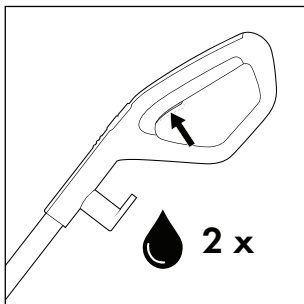
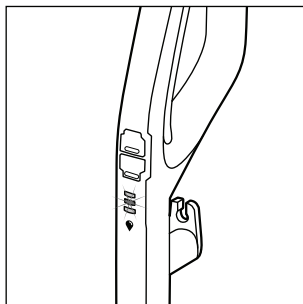

Fig. 14
Fig. 15
- ♦ Antes de cada uso, pulse brevemente dos veces el interruptor de la solución de limpieza  **15** para activar la función de rociado permanente y preparar el rodillo de cepillos **6** con la solución de limpieza para su uso (consulte la fig. 14). El indicador de la solución de limpieza  **12** parpadea en azul de forma alterna cuando está activada la función de rociado permanente o mientras se mantiene pulsado el interruptor de la solución de limpieza  **15** (consulte la fig. 15).